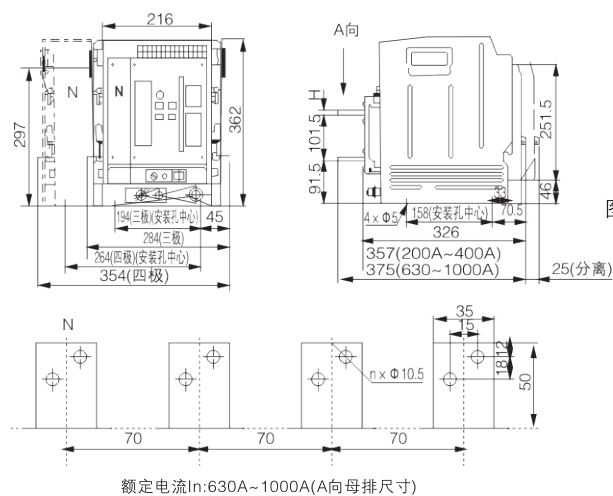

图14b
• CFW45-1000抽屉式断路器的安装尺寸和外形尺寸, 见图14b